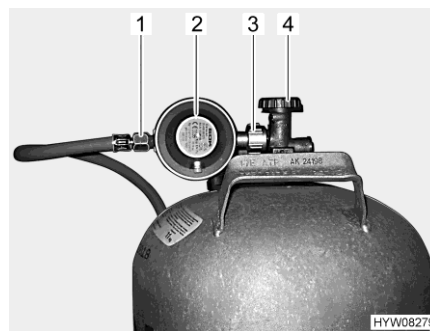

Fig. 86 Raccordo bombola del gas
- Chiudere la valvola principale di arresto (Fig. 86,4) della bombola del gas. Osservare la direzione della freccia.
- Tenere fermo il regolatore di pressione del gas (Fig. 86,2) e aprire il dado zigrinato (Fig. 86,3) (generalmente filettatura sinistra).
- Rimuovere il regolatore di pressione del gas con il tubo del gas (Fig. 86,1).
- Collocare il regolatore di pressione del gas (Fig. 86,2) con il tubo del gas (Fig. 86,1) sulla bombola del gas e serrare il dado zigrinato (Fig. 86,3) (generalmente filettatura sinistra). **Non** tirare con molta forza.